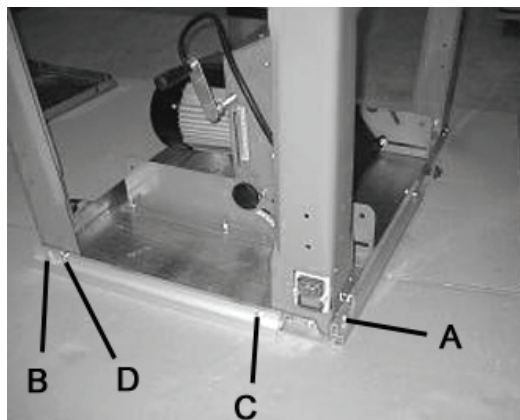

Fig. 10
- Serrare bene le viti sulle posizioni A e B. Le viti nelle posizioni C e D serrare in modo che le estremità delle stesse siano nello stesso piano con i dadi (vedi fig. 10).